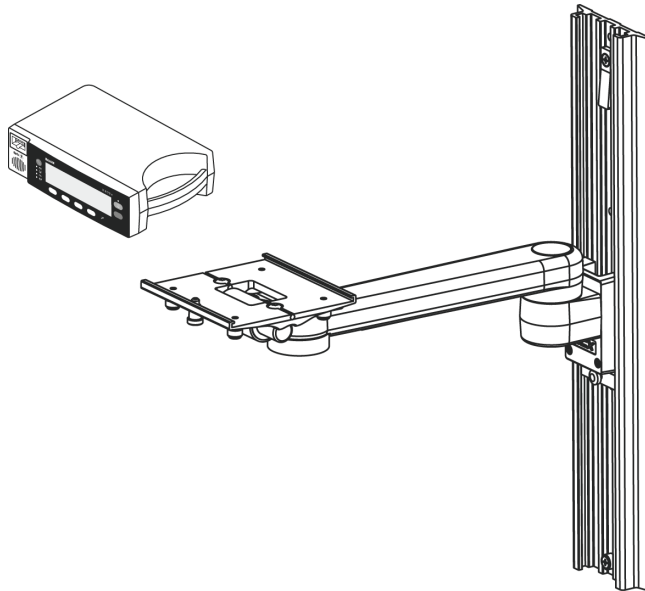

Figura 8: Supporto a parete verticale GCX
- Supporto a parete verticale GCX. Si veda Figura 8 alla pagina 127.
Il supporto verticale a parete collega l'N-600x alla piastra di montaggio GCX come in Figura 8. Per ulteriori informazioni sul fissaggio del supporto verticale a parete, fare riferimento alle istruzioni per l'uso fornite con il supporto.